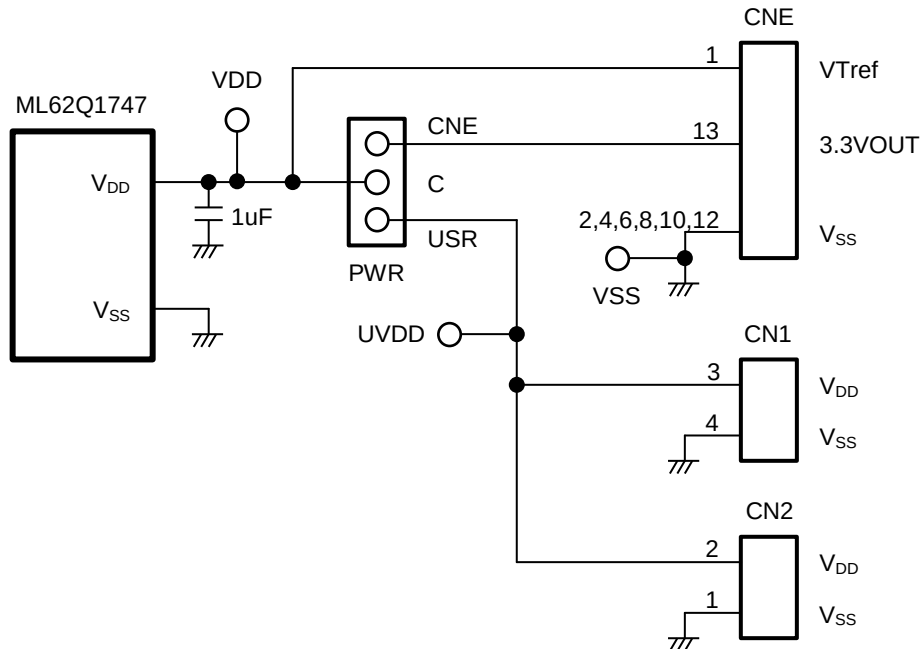

図 2 電源回路
- 1.2 ML62Q1747 Reference Board 外観図 2